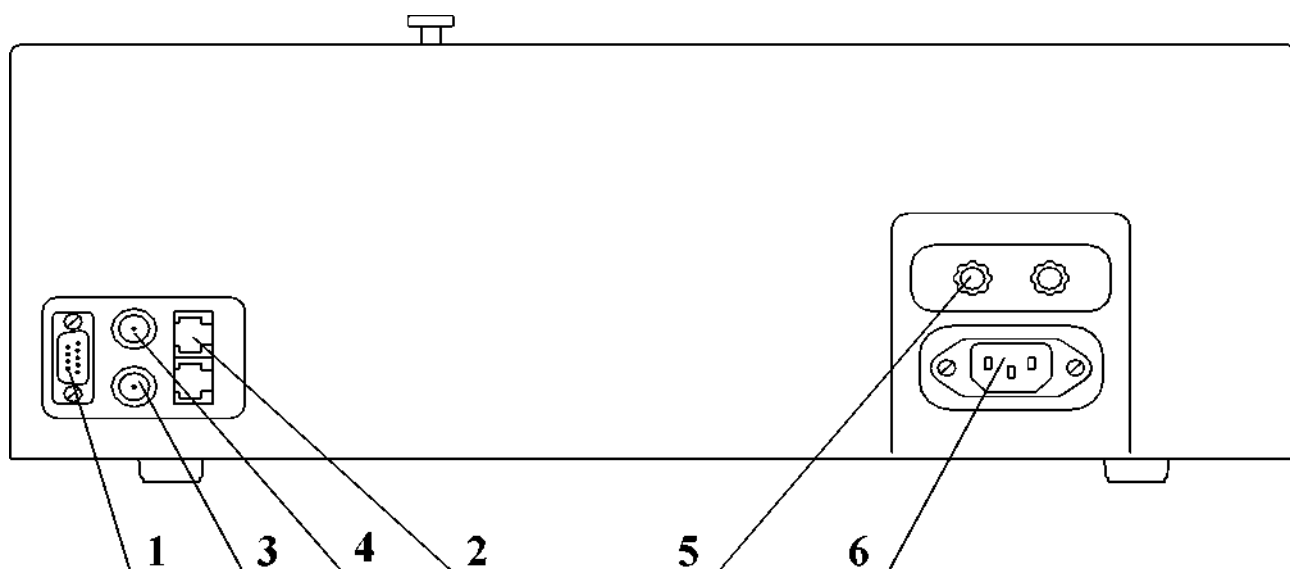

Рис.1.5 Задняя панель анализатора (в максимальной комплектации).
1.2.2.4.2 Схема расположения разъемов задней панели, через которые осуществляется связь анализатора с другими устройствами, приведена на рис.1.5.
На рис. 1.5 указаны также места расположения держателей сетевых предохранителей (5) и сетевого разъёма (6).